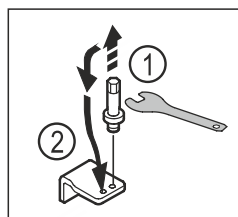

Fig. 13
- ▶ Skru boltene af det nederste hængsel med en SW5-unbrakonøgle. Fig. 13 (1)
- ▶ Indsæt boltene på den modsatte side. Fig. 13 (2)